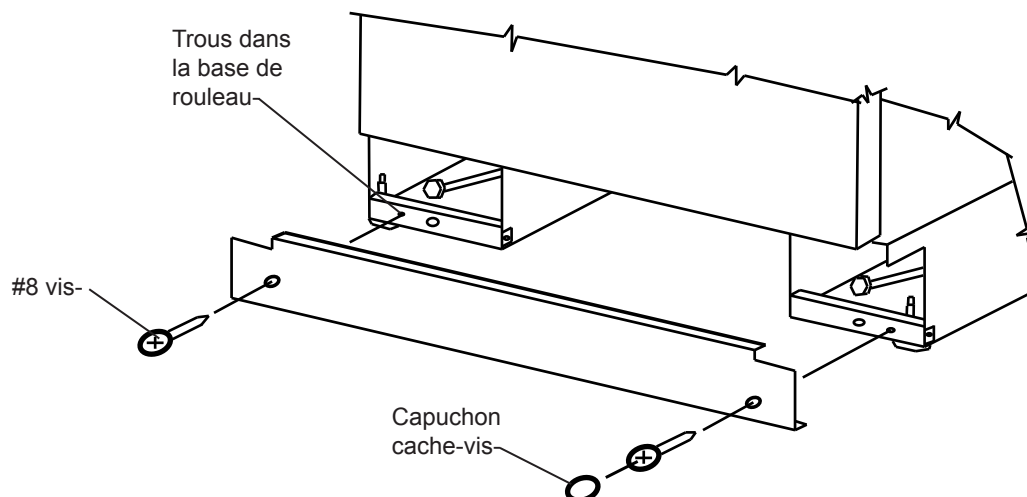

Figure 31
Utilisez deux (2) vis de tôlerie #8 (fournies) pour faciliter le maintien en place de la plaque de plinthe. Montez les vis dans les trous de la base à rouleau. Cachez les têtes de vis avec les capuchons fournis (Voyez la Figure 31).